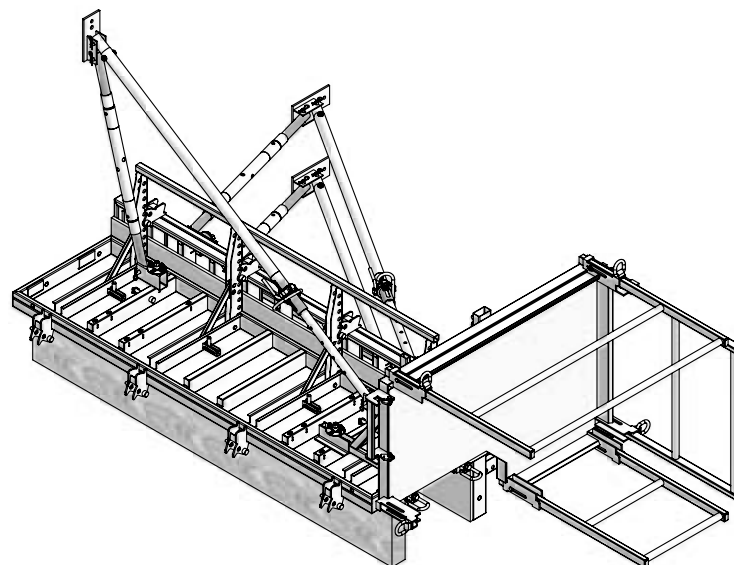

Fig. 8.2
3. Positionner et ajuster la plate-forme de bétonnage le long des anneaux de levage 130 CF. Fixer la plate-forme à l'aide des vis à tête marteau intégrées à la console et au support d'angle (Fig. 8.2).